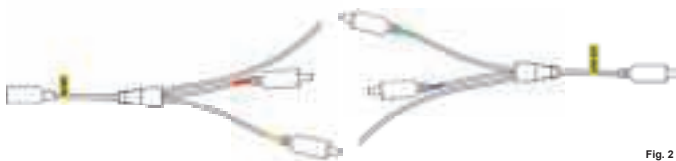

Fig. 2
- Assurez-vous que le câble du capteur est correctement positionné derrière l'escalier. Le câble comporte trois connecteurs à chaque extrémité le connecteur portant l'inscription "AD IN" (voir fig. 2) est relié à l'alimentation électrique, le connecteur marqué "LED OUT" est connecté à la ligne/câble principal (avec des connecteurs en T). En fonction de l'emplacement de l'alimentation électrique (en bas ou en haut de l'escalier), le câble du capteur doit être posé dans le sens où les connexions correspondent aux étiquettes.